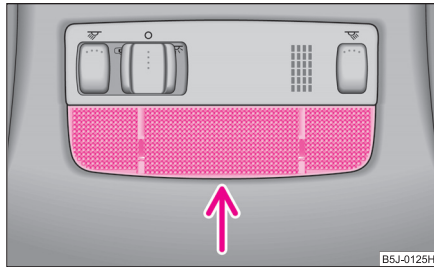

Abb. 203 Innenleuchte ausbauen
- Ziehen Sie die Streuscheibe (siehe Pfeil) nach unten vom Gehäuse ab ⇒ Abb. 203.